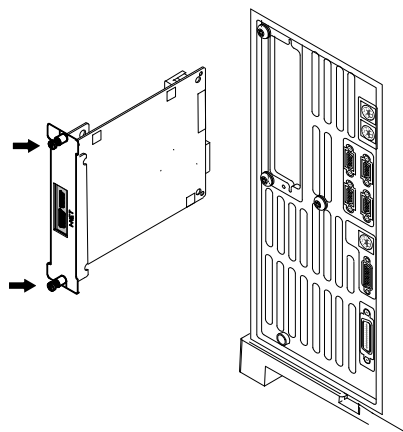

Рис. 35 Извлечение платы LAN
- 8** Если установлена плата МІО (плата LAN), открутите два ее монтажных винта и выдвиньте ее из ГХ (Рис. 35).